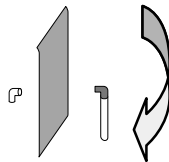

图6
- ④ 将网眼堵塞指示灯和保护弯管转180度,固定在同一位置处。(图6)